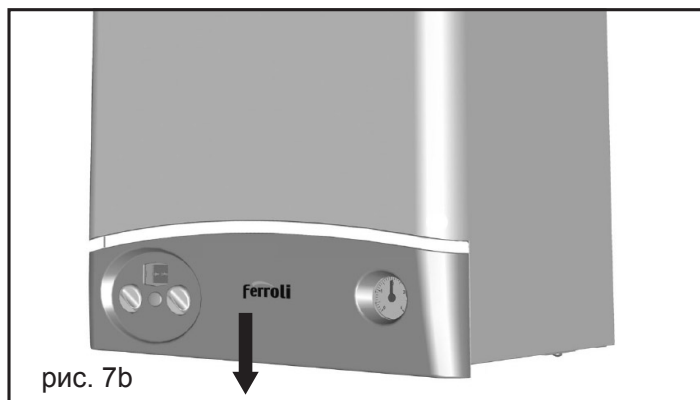

рис. 7b
- 2 Опустите панель управления (рис. 7b)